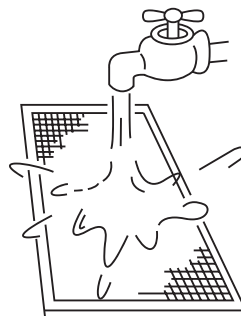

Abb. 7-4
- Während der Reinigung mit Wasser soll die Lufteingangsseite nach unten zeigen (siehe Abb. 7-4.)